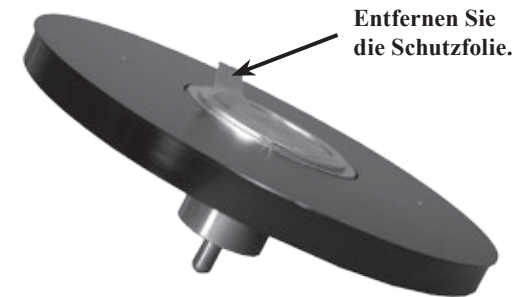

Abbildung 6
5. Drehen Sie die gerade zusammengesteckte Mittelspindel/Unterteller-Baugruppe auf den Kopf und entfernen die Schutzfolie an der Unterseite der Mittelspindel. Siehe Abbildung 6.